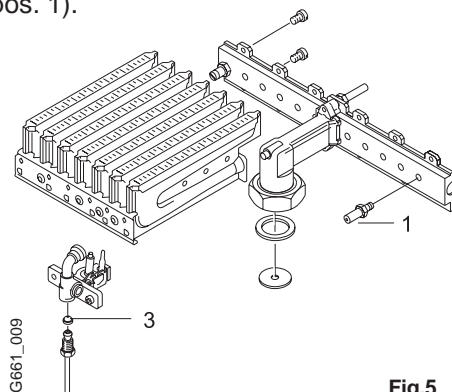

Fig.5
2. Desmontar el quemador (fig 5).
Desenroscar los grupos izquierdo y derecho del quemador y cambiar las boquillas inyectoras (fig. 5, pos. 1).
3. Cambiar la boquilla del quemador piloto (fig. 5, pos. 3).